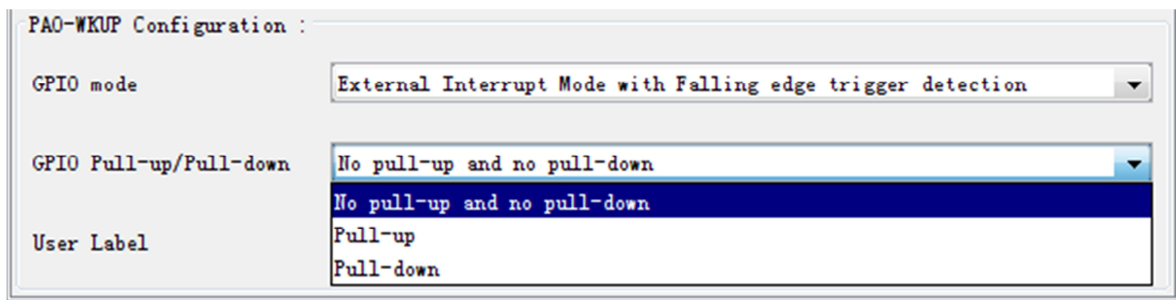

图 7 GPIO 上拉/下拉选项
- (3) 请根据应用需求把图 7 中 GPIO 的上拉/下拉模式对应的选项填入答题区; (2 分)